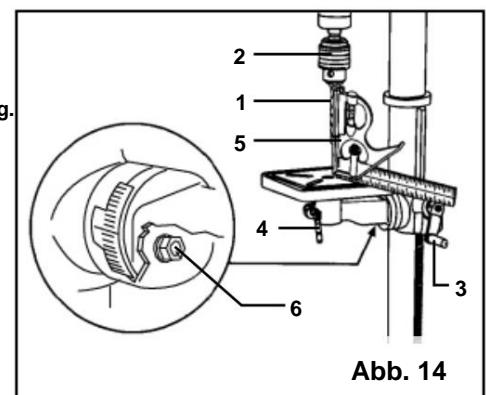

Abb. 14
QUADRATISCHER TISCH ZUM BOHRER (ABB. 14)
1. Setzen Sie einen 3" langen Bohrer (Abb. 14 - 1) in das Bohrfutter (Abb. 14 - 2) ein und ziehen Sie die Backen mit dem Bohrfutterschlüssel fest.
2. Den Tisch mit der Kurbel anheben (Abb. 14 - 3). Den Tisch ca. 2,5 cm unterhalb des Bohrers verriegeln (Abb. 14 - 4).
4. Wenn eine Einstellung erforderlich ist, lösen Sie die Neigungsverriegelungsschraube (Abb. 14 - 6) mit einem Schraubenschlüssel.